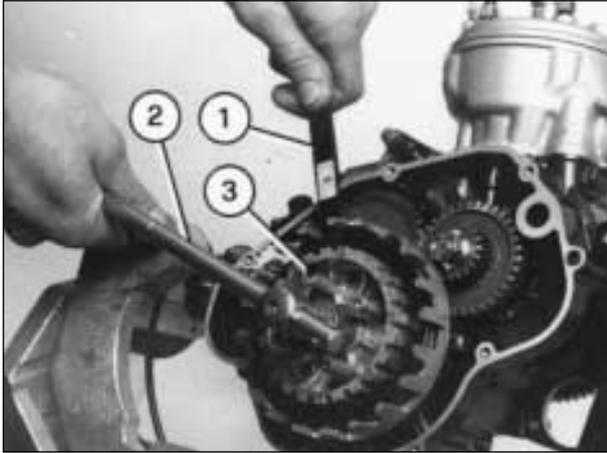
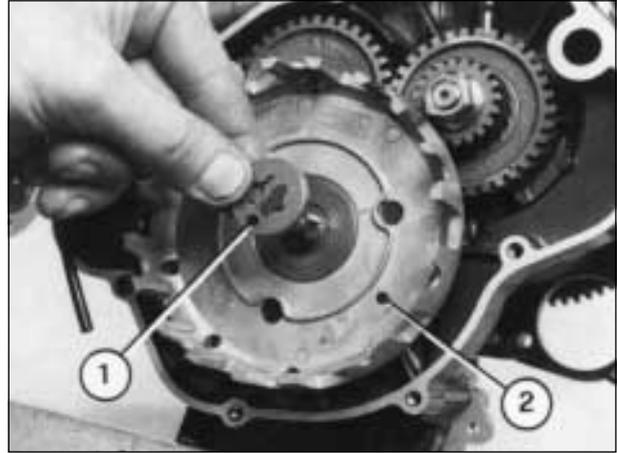
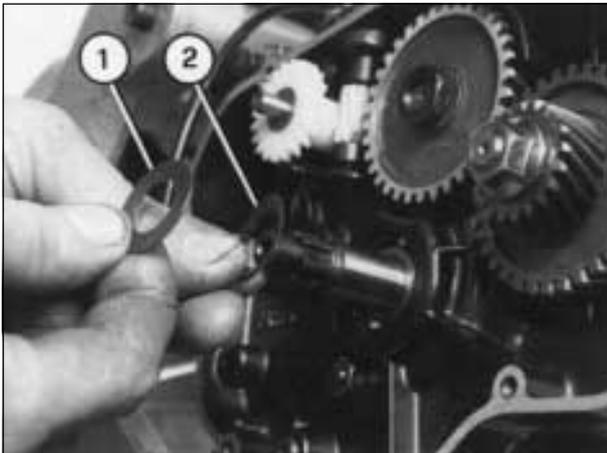

Fig. 7
Fig. 8
Fig. 9
9) RADRIZZARE la linguetta della rondella di arresto sotto il dado che fissa il tamburino frizione (3-Fig. 7). Poi usando l'apposita chiave di fermo (1-Fig. 7) ed una chiave a "T" da 17 mm (2-Fig. 7) svitare completamente il dado di fissaggio del tamburino frizione togliendolo.
9) STRAIGHTEN the tab of the tongued washer under the nut that holds the clutch drum (3-Fig. 7). Then, using the special locking wrench (1-Fig. 7) and a 17 mm "T" wrench (2-Fig. 7), completely unscrew the hexagon nut of the clutch boss and remove it.
- 10) SFILARE nell'ordine il tamburino frizione (3-Fig. 7), il distanziale (1-Fig. 8) - l'ingranaggio frizione (2-Fig. 8) - la rondella rasamento (1-Fig. 9) - la rondella conica (2-Fig. 9) facendo attenzione al senso in cui è posizionata per rimontarla successivamente in modo corretto.
- 10) REMOVE the following pieces in this order: clutch boss (3-Fig. 7) - collar (1-Fig. 8) - driven gear (2-Fig. 8) - washer (1-Fig. 9) - conical spring washer (2-Fig. 9), paying attention to the direction in which they are assembled so as to reassemble them correctly afterwards.